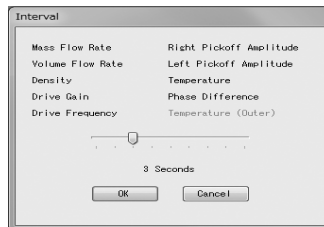

図22
- ② ツールバーの  ボタン、またはメニューの「Chart and Recording」 - 「Interval」をクリックすると図22のウィンドウが表示され、チャート表示の更新周期、ロギング周期を設定することができます。